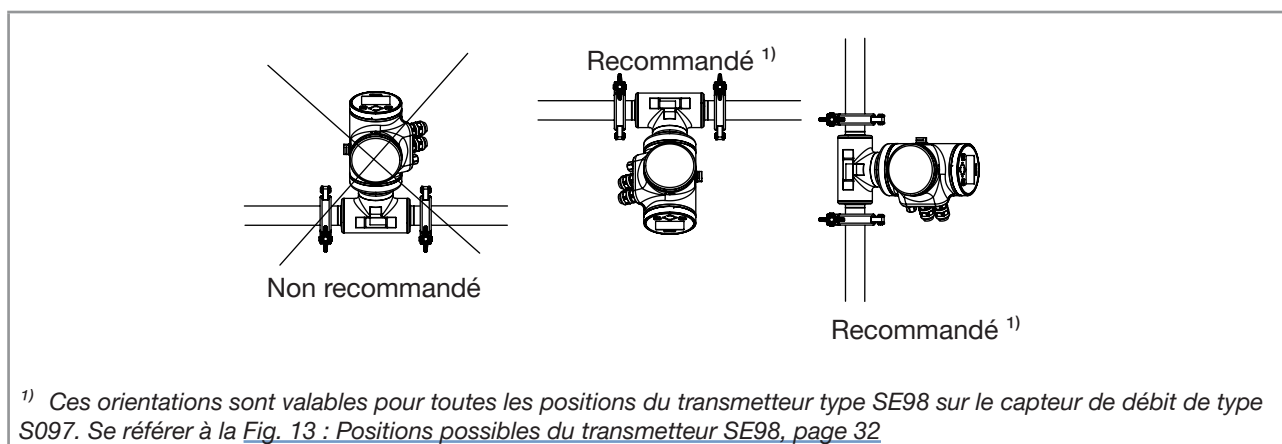

Fig. 17 : Orientation d'une variante de l'appareil avec des presse-étoupes pour éviter les effets des températures élevées du liquide
- Pour s'assurer que la température interne du transmetteur avec presse-étoupes ne dépasse pas la valeur maximale autorisée, installer l'appareil comme recommandé dans la Fig. 17.